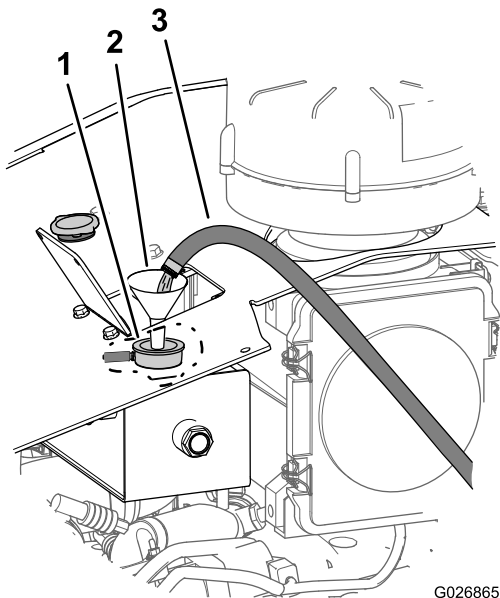

Figura 104
A. Llene el sistema de refrigeración con agua limpia (Figura 104).